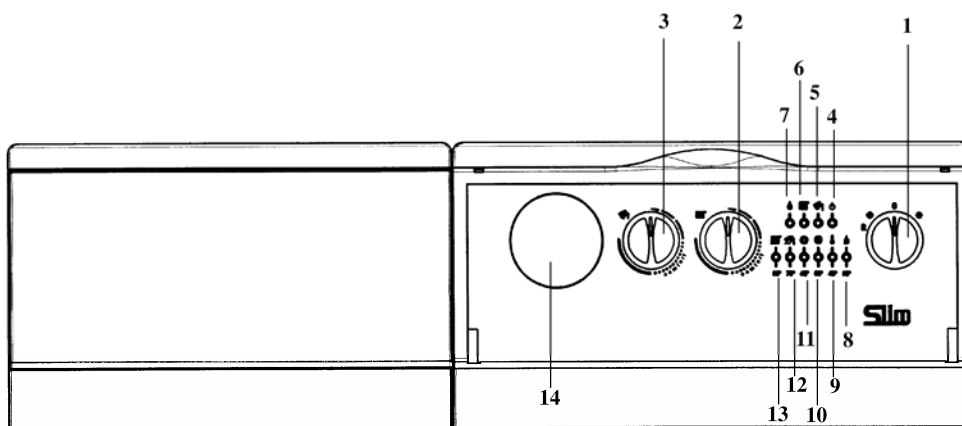

Рис. 1: Панель управління котла
- встановити перемикач режимів «літо -зима» (Рис. 1, позиція 1) у потрібний режим;
- встановити регулятор температури води в системі опалювання (рис.1, позиція 2) на потрібне значення;
- встановити регулятор температури води в бойлері (рис.1, позиція 3) на потрібне значення;
Режим роботи в системі ГВП може бути виключений шляхом установки регулятора температури води в бойлері (рис.1 позиція 3) на мінімальне значення, необхідне для захисту бойлера від замерзання.
Важлива інформація: при перемикачі режимів «літо - зима» (Рис. 1, позиція 1), встановленому в положенні «зима» ❄ перед кожним черговим включенням котла за сигналом регулятора системи опалювання встановлена затримка на декілька хвилин (для того, щоб уникнути частих включень/виключень). Для того, щоб пальник включився відразу, переведіть перемикач в положення (0), а потім знову встановіть режим «зима».
- встановити перемикач режимів літо-зима (рис.1, позиція 1), в положення «літо»;
- встановити регулятор температури води в бойлері (рис.1, позиція 3) на потрібне значення.
Увага! При першому включенні всередині труби подачі газу можуть утворитися повітряні пробки. У таких випадках палиник не включатиметься і відбудеться блокування котла по газу (спалахує червона лампочка блокування котла - Рис. 1, позиція 8). При виникненні даної проблеми повторіть процес включення котла до надходження газу в палиник, короткочасно встановивши перед включенням перемикач режимів (Рис. 1, позиція 1) в положення **R** (скидання).
Даний пристрій може бути забезпечений кімнатним термостатом для контролю температури опалювального приміщення. В цьому випадку регулятор температури води в системі опалювання (рис.1, поз. 2) встановлюється в максимальне положення, а сигнали на включення і виключення котла поступають від кімнатного термостата.
За відсутності кімнатного термостата температура приміщення регулюється непрямым чином за допомогою регулятора температури води в системі опалювання (рис.1, поз. 2); за таких умов насос системи опалювання працює постійно. Для збільшення температури повернути регулятор за годинниковою стрілкою, для зменшення - проти годинникової стрілки.
Встановити перемикач режимів (Рис. 1, поз. 1) в положення «літо» ☀. В цьому випадку котел працюватиме тільки на контур ГВП.
- Встановити перемикач режимів (Рис. 1, поз. 1) в положення (0), прослідкувавши, щоб лампочка-індикатор (Рис. 1 позиція 2) згасла; таким чином припиняється подача електрики на котел.
Регулятор температури води в бойлері (Рис. 1, поз. 3) може використовуватися тільки за наявності накопичувального бойлера. В цьому випадку можливо відрегулювати температуру води контуру ГВП, встановивши регулятор на потрібне значенні.
Пріоритет ГВП можна відключити встановивши регулятор (Рис. 1, поз. 3) на мінімальне значення відповідно до функції захисту від замерзання води в бойлері.
- перемикач режимів (рис.1, позиція 1) не встановлений в положення (0);
Якщо Ви не хочете нагрівати воду в бойлері, переведіть регулятор температури гарячої води (рис.1, позиція 3) на мінімальне значення (0); електронна система управління простежить за тим, щоб температура не опускалася нижче 5°C.